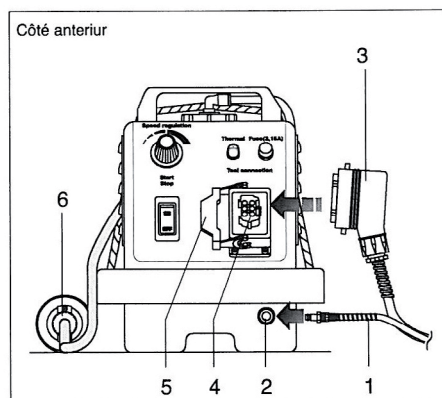

FIG.11 (Connexion du tuyau de l'eau de pulvérisation et de la fiche d'alimentation électrique de la talochéuse)
- 1) Introduire le tuyau d'eau de pulvérisation (**FIG.11-Réf.1**) sur la connexion du tuyau d'eau de pulvérisation placé sur le panneau de commande et contrôle (**FIG.11-Réf.2**);
- 2) Introduire la fiche d'alimentation électrique de la talocheuse (**FIG.11-Réf.3**) sur la prise d'alimentation électrique de la talocheuse (**FIG.11-Réf.4**) placée sur le panneau de commande et contrôle;
- 3) Bloquer la fiche d'alimentation électrique de la talocheuse (**FIG.11-Réf.3**) avec le dispositif de fermeture (**FIG.11-Réf.5**).
Brancher la fiche (**FIG.11-Réf.6**) à la prise du réseau électrique d'alimentation placée sur le panneau général de distribution et alimentation électrique (fourni par l'organisme de distribution).